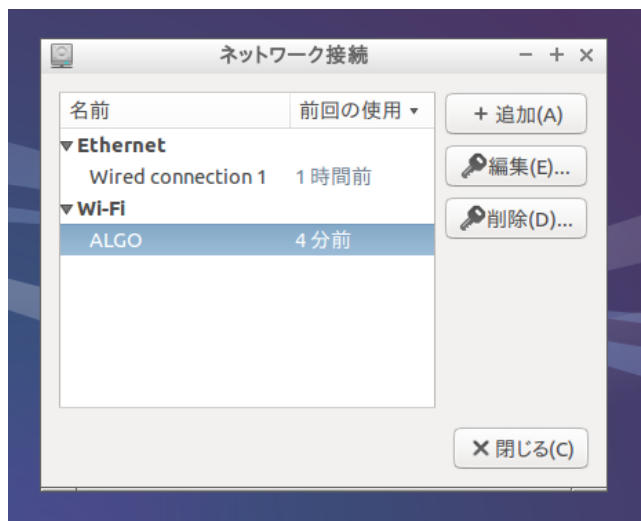

図 2-5-5. ネットワーク設定画面
- ② 図 2-5-5 のようなネットワーク設定画面が起動し、アクセスポイントの一覧が表示されます。設定したいアクセスポイントを選択して[編集]ボタンをクリックします。